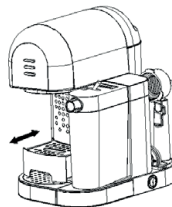

Рисунок 14
Установите на решётку (2) подходящую по высоте и объёму чашку (см. таблицу «**Выбор правильного объёма чашки**»), при использовании маленьких чашек возьмитесь за нижнюю часть выдвижной площадки (3) и потяните её по направлению к себе, установите на неё чашку (Рисунок 14).